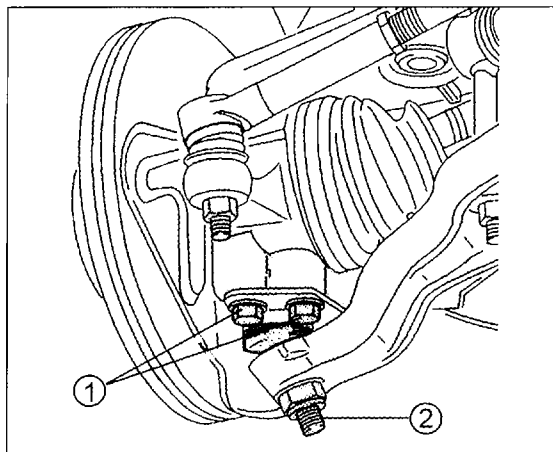

Bild 228
- Das Aufhängungskugelgelenk von der Unterseite des Achsschenkels abschrauben, wenn der Querlenker mit dem Gelenk ausgebaut werden soll. Andernfalls die Mutter des Kugelbolzens von der Unterseite des Querlenkers abschrauben und den Kugelbolzen mit einem geeigneten Abzieher vom Querlenker trennen. Bild 228 zeigt die beiden Varianten.